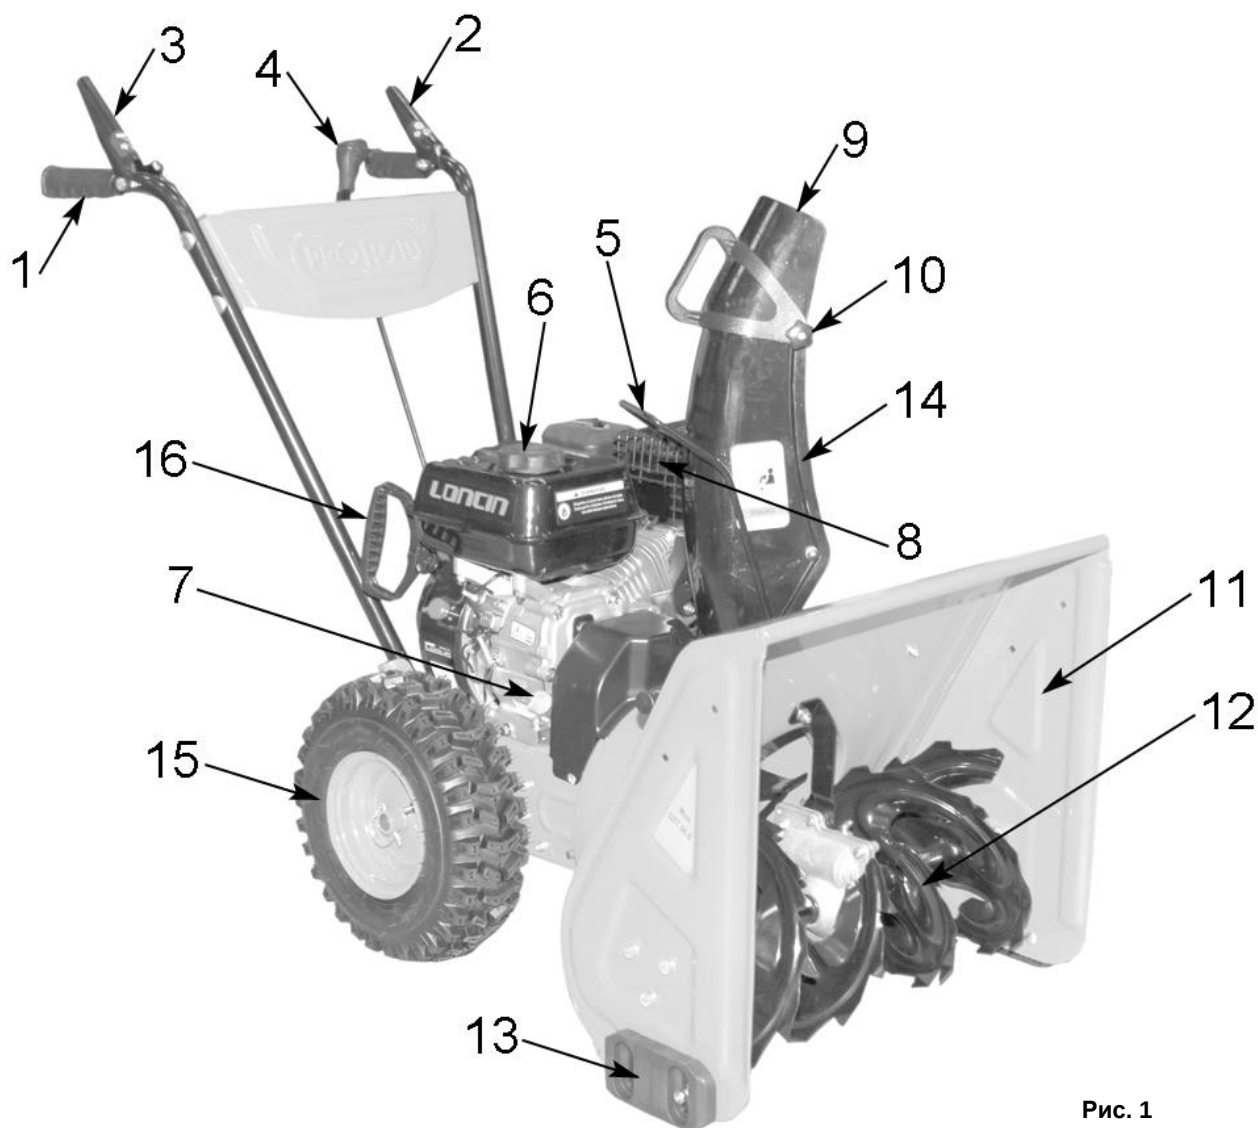
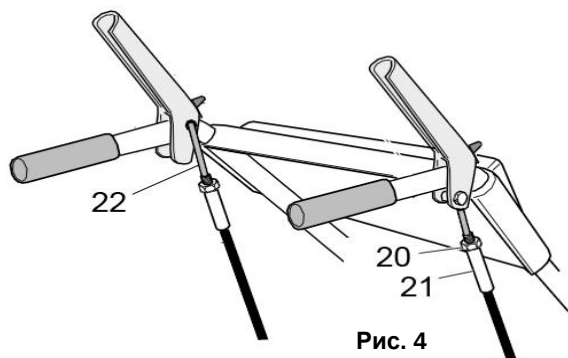
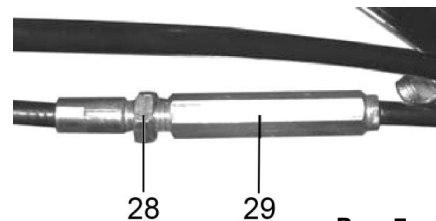

Рис. 1
Рис. 4
Рис. 7
- Снегоуборщик вращением лопастей шнека (12)(См. Рис.1) убирает снежный покров с ровных площадей, и через снегоотвод (14) выбрасывает его в выбранную сторону.
- Шнек (12)(См. Рис.1) - винтовой механизм в виде стержня с наклонными лопастями, приводимый в действие двигателем. Шнек захватывает, и транспортирует снежную массу внутрь снегоуборщика на вращающуюся крыльчатку (импеллер), далее снежная масса выбрасывается в необходимую сторону (влево или вправо), через поворачиваемый желоб (снегоотвод).
- Снегозаборник (11)(См. Рис.1) служит для захвата снега и направления его потока в рабочую зону снегоуборщика (на шнек).
Рычаг привода колес (2)(См. Рис.1)
- При нажатии рычага привода колес (2), включается система привода, и снегоуборщик начинает движение.
- При отпускании рычага привода колес (2), привод отключается, и снегоуборщик прекращает движение.
Рычаг привода шнека (3)(См. Рис.1)
- При нажатии рычага привода шнека (3), включается система привода, и лопасти шнека (12)(См. Рис.1) начинают вращение.
Рычаг переключения скоростей (4)(См. Рис.1)
- Для изменения скорости и направления движения: остановите снегоуборщик и вращение шнека, переведите рычаг (4)(См. Рис.1) в соответствующее выбранному режиму движения положение.
- Установите желоб снегоотвода (14)(См. Рис.1) на выпускной канал импеллера.
- Поворот желоба для снегоотвода осуществляется вручную при помощи рукоятки (5)(См. Рис.1)
- Установить в отверстие на рычаге управления (2; 3)(См. Рис.1) верхний Z-образный конец троса (22)(См. Рис.4).
- Закрутите на резьбу Z-образного хвостовика втулку троса (21)(См. Рис.4). Закрутите гайку (20) к втулке (21).
- Нижний конец троса со спиральной пружиной (23)(См. Рис.4) закрепите на натяжном кронштейне. Гайкой
- Установите/замените ограничительные башмаки (13)(См. Рис.1; 6) с каждой стороны снегозаборника.
- Рычаги приводов колес и шнека (2) и (3) должны прижиматься к рукояткам руля управления (1)(См. Рис.1) без чрезмерных усилий.
- Проверьте работу рычагов (2) и (3)(См. Рис.1) привода колес и шнека.
- Рычаги (2) и (3) привода колес и шнека должны полностью прижиматься к рукоятке управления. Если этого не происходит, значит, тросики перетянуты, и их необходимо ослабить.
- Отрегулируйте приводные тросы с помощью резьбовой втулки (29)(См. Рис.7), расположенной в средней части троса.
- Для натяжения тросика: ослабьте гайку (28), а затем переместите резьбовую втулку (29) вверх и затяните гайку (28)(См. Рис.7) до втулки.
- Для ослабления тросика: ослабьте гайку (28) и переместите резьбовую втулку (29) вниз и затяните гайку (28) до втулки.